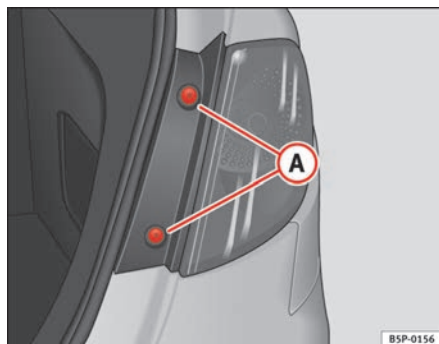

Fig. 190 Luz de población/freno
- Extraiga los tornillos ⇒ fig. 190 **A**